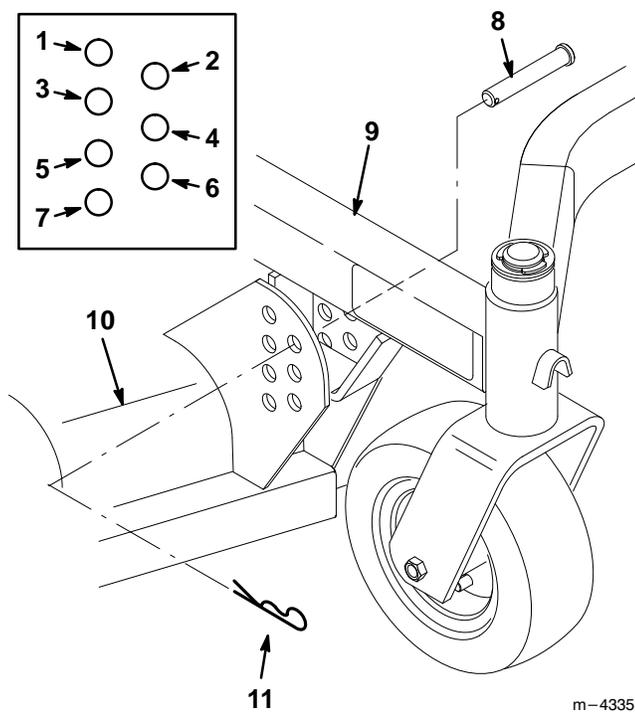

Abbildung 5
2. Das Schnitmesserdeck mit vier (4) Sicherungsstiften und Haarnadelsplinten am Trägerrahmen anbringen (Abb. 5).